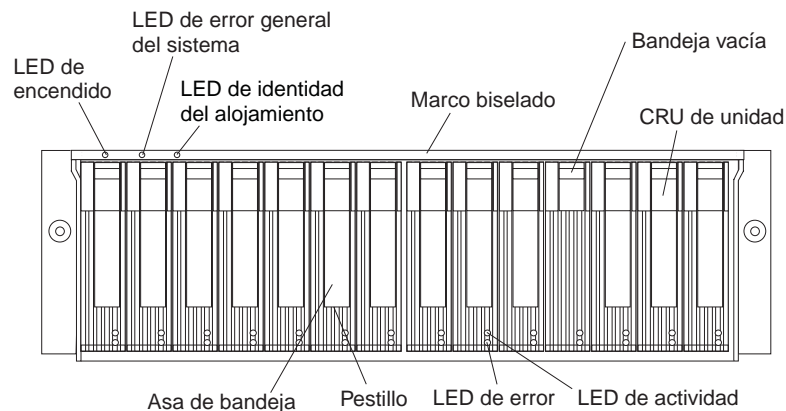

Figura 36. LED de unidad de disco duro de intercambio dinámico
2. Compruebe los LED de error que se exponen en la Figura 36. Si hay algún LED ámbar encendido, consulte el Capítulo 4, "Resolución de problemas" en la página 53.